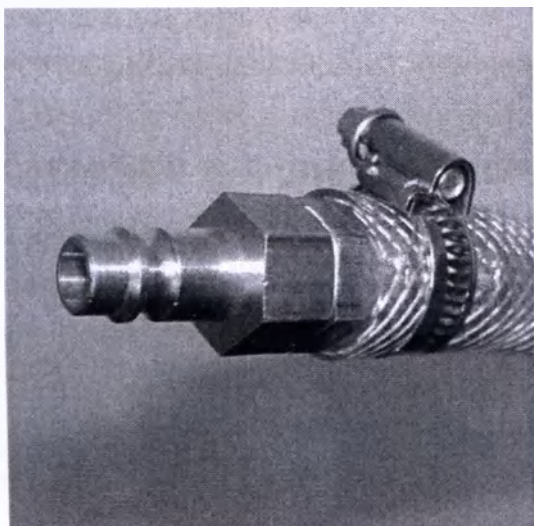

Рисунок 20-1: Быстроразъемное соединение линии подачи-дренажа.
3. Подсоедините дренажную линию (смотрите *рисунок 20-1*) к лазерному устройству, используя **Фитинг металлический для планга**, путем защелкивания быстроразъемного соединения в нижний соединительный разъем (смотрите *рисунок 24-2*) на задней панели устройства.
6. Для отключения подачи воды, сначала отключите питание лазерного устройства. Затем нажмите на соединительное кольцо (смотрите *рисунок 20-1*) быстроразъемного соединения, вмонтированного на задней панели устройства, пока прикрепленная линия не отсоединится.